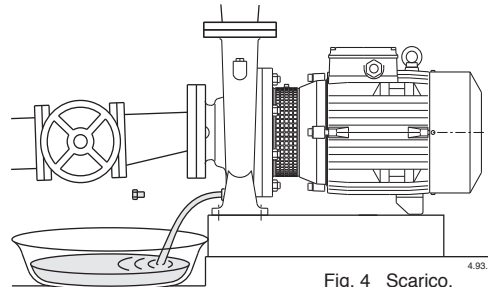

Fig. 4 Scarico. 4.93
**Quando la pompa rimane inattiva deve essere svuotata completamente se esiste il pericolo di gelo Fig. 4.**